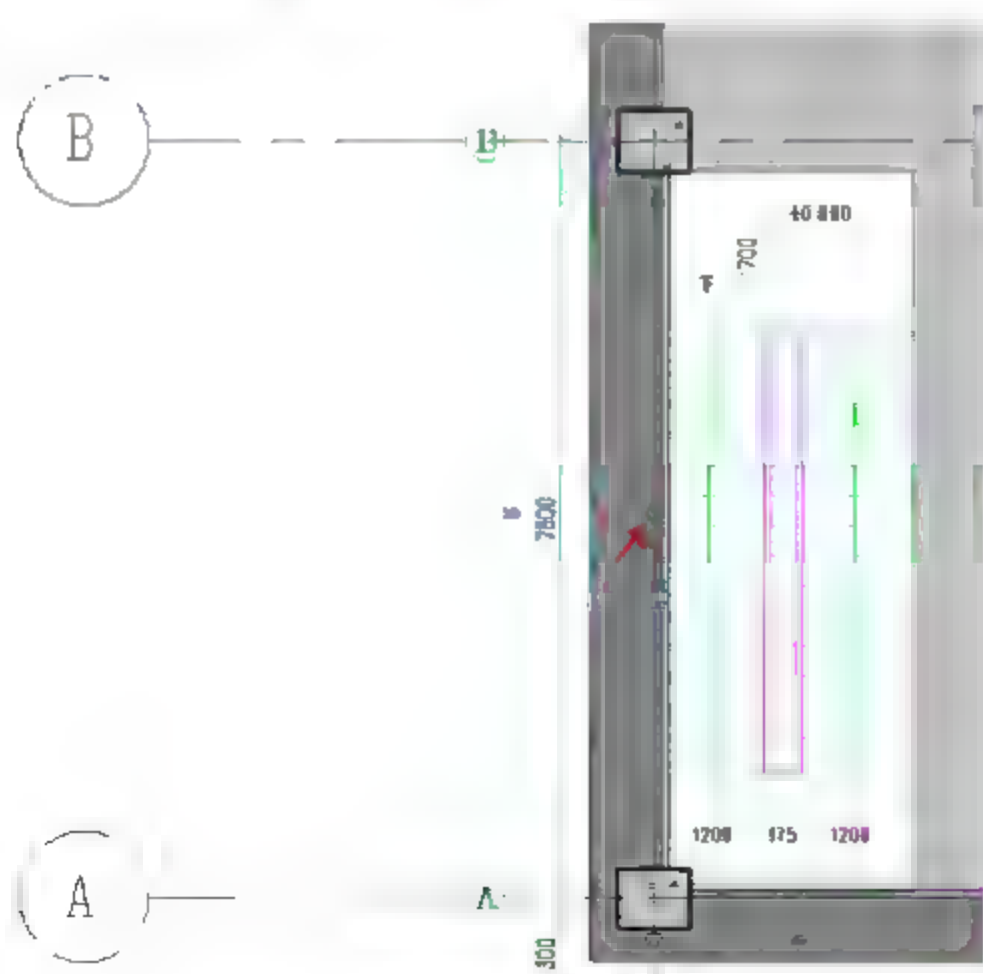
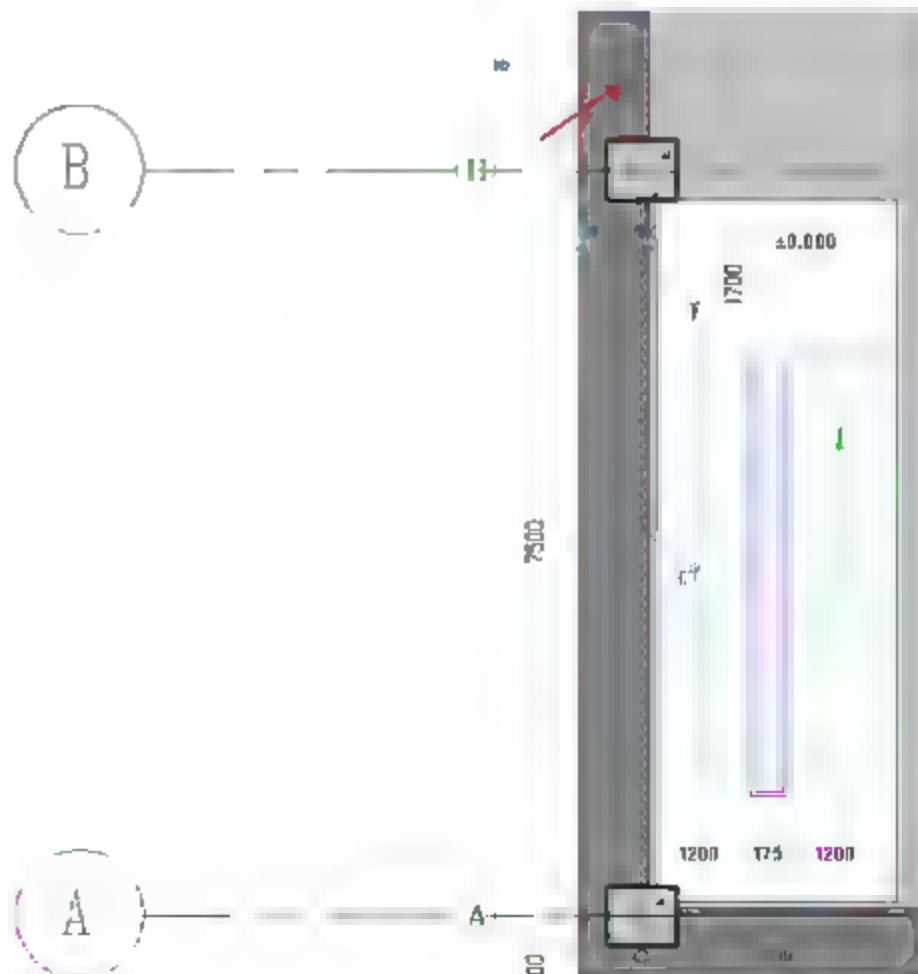

图 11.2.8 绘制参照平面
图 11.2.9 延伸参照平面
(6) 绘制垂直参照平面。按快捷键 **R+P** 绘制参照平面, 与最左边墙线对齐绘制一条参照平面线, 如图 11.2.8 所示。绘制完成后, 选择参照平面线端点的夹点向上拖曳, 以延伸参照平面线。如图 11.2.9 所示。